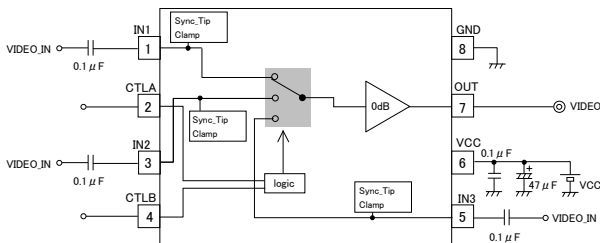
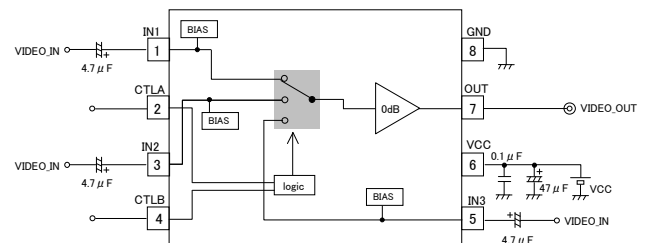

Fig.9 BH76332FVM
Fig.10 BH76333FVM
また、ビデオ信号入力時のサグ特性を評価してコンデンサ容量を決定する場合には、Fig.10 に示す H-bar 信号とよばれる横縞の信号が適していますので、カラーバー信号だけのような信号による特性評価も行い、容量を決定されるようお願いいたします。
11. 75 Ω ドライバ非内蔵機種[BH76332FVM・BH76333FVM]の周波数特性は応用回路例(Fig.9, Fig10)にて測定時に 100kHz/30MHz : 0dB(Typ.) となっておりますが、IC の出力端子から GND に対して 1kΩ~2kΩ 程度の抵抗を付加していただくことでより周波数特性を向上させることができます(付加する抵抗の下限値は 1kΩ としてください)。なおこの場合、付加した抵抗と IC の出力抵抗により出力が分圧されるため、ゲインが低下します。